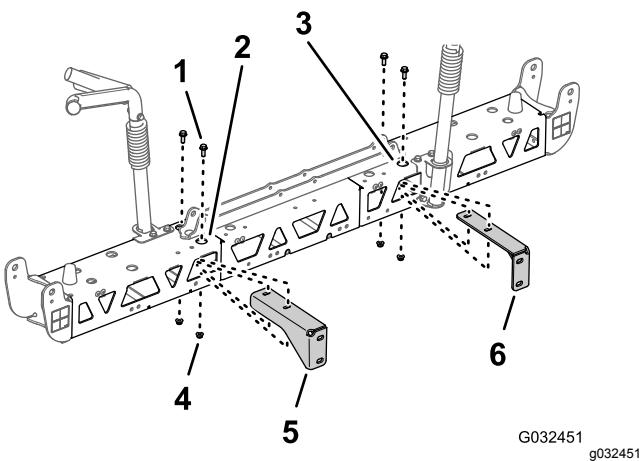

Рисунок 54
- Совместите отверстия в правом опорном кронштейне с отверстиями в правой ферменной раме, как показано на Рисунок 54.
3. Установите правый опорный кронштейн на правую ферменную раму (Рисунок 54) при помощи двух болтов с фланцевыми головками (3/8 x 1 дюйм) и двух фланцевых контргаек (3/8 дюйма), снятых при выполнении пунктов 2 и 3 раздела Демонтаж опорных кронштейнов со средней секции опрыскивателя (страница 27).
4. Повторите действия, описанные в пунктах 2 и 3, для левого опорного кронштейна на левой ферменной раме (Рисунок 54).